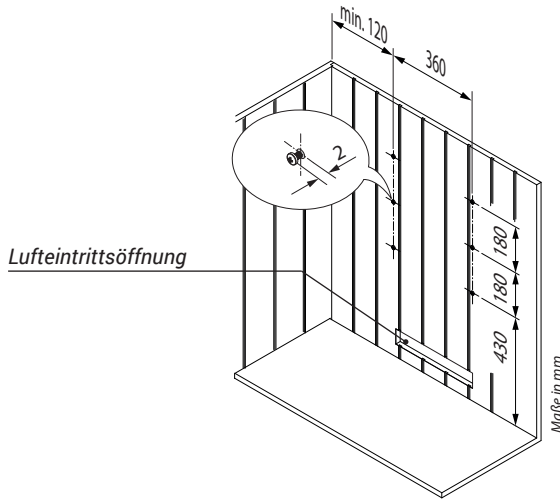

Abb. 3
- Die beigefügten Spanplattenschrauben gemäß Abb. 3 mittig über der Lufteintrittsöffnung an der Kabinenwand befestigen. Hierbei muss zum Einhängen des Saunaheizers ein Abstand von ca. 2 mm zwischen Schraubenkopf und Kabinenwand vorhanden sein.